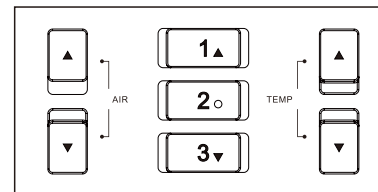

图 1-4
1. 调整风量值：按AIR的“▲”或“▼”键（如图1-4），长按键可快速调整，停止按键3秒后自动保存设置值。